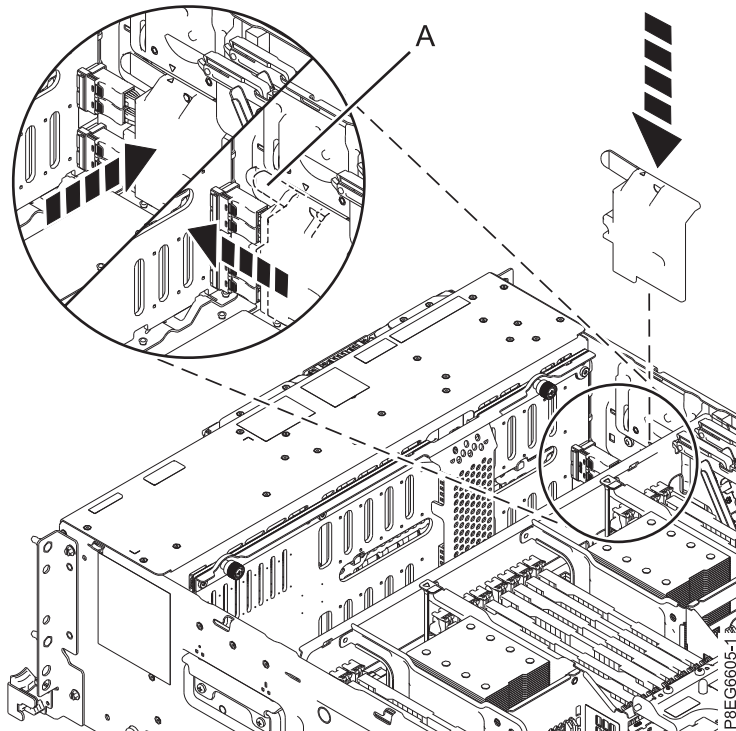

Figure 11. Remise en place du cache du câble SAS
10. Remettez le cache du câble SAS en place. Placez les emplacements du cache dans les broches situées sur le côté du châssis. Poussez sur le cache vers l'avant du système jusqu'à ce que la poignée (**A**) se mette en place. Une fois le cache installé, le symbole en forme de triangle situé sur le cache du câble SAS s'aligne avec celui qui se trouve sur le côté du châssis. Pour plus d'informations, voir figure 11, à la page 12.